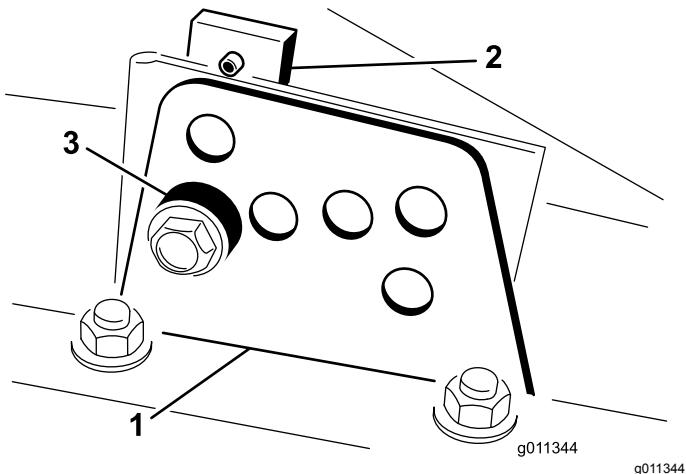

図 18
2. 各刈り高ブラケットを刈り高プレート前と右と左に固定しているボルトをゆるめる図18を参照。
4. チェンバを支えておきながらスペーサを取り外す図18。